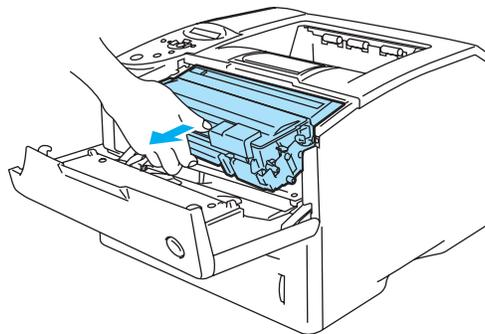

Figura 5-13
- Para evitar que se produzcan daños en la impresora por electricidad estática, no toque los electrodos que se muestran en la figura 5-13.